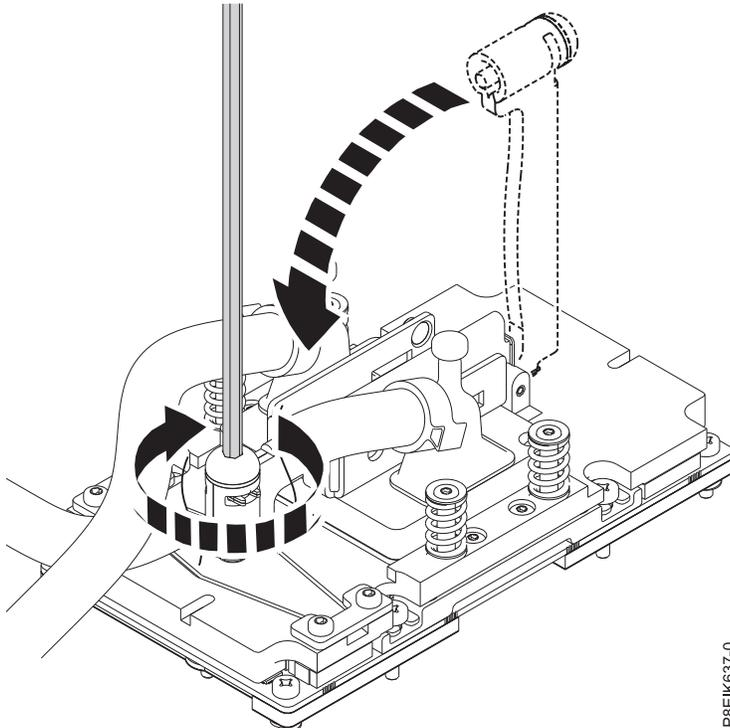

図 85. 冷却プレート保持器具のねじの固定
- b. 保持器具を GPU と冷却プレートの上へ下ろしてから、冷却プレート保持器具のねじを締めます (74 ページの図 85 を参照)。